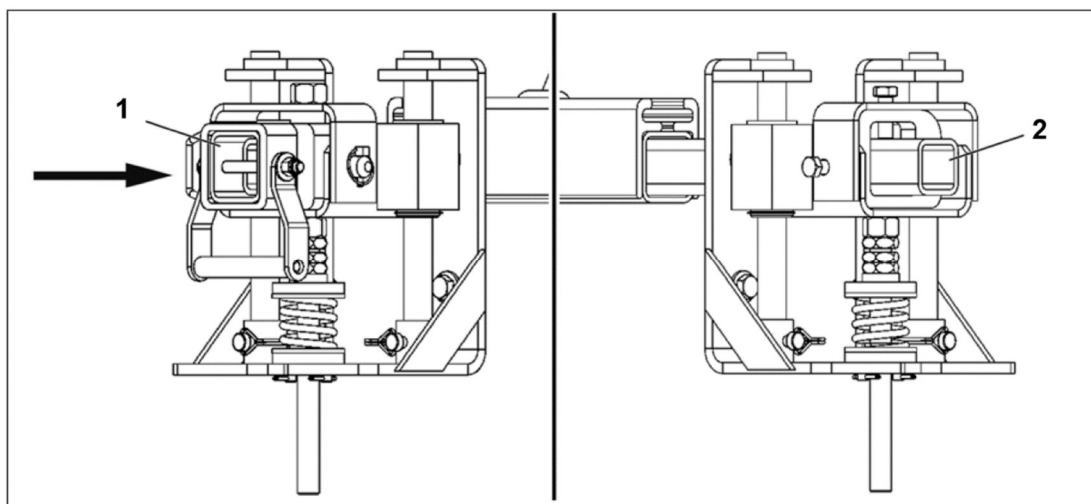

Рис. 14
1. Вставьте раму с установленным картриджем (1, Рис. 14) в монтажный кронштейн со стороны оператора.
2. Вставьте раму через монтажные отверстия в монтажном кронштейне на дальней стороне (2, Рис. 14).